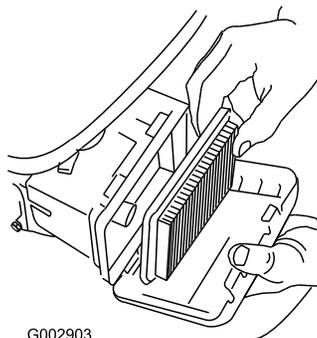

Figure 33
3. Déposez le filtre à air (Figure 33).